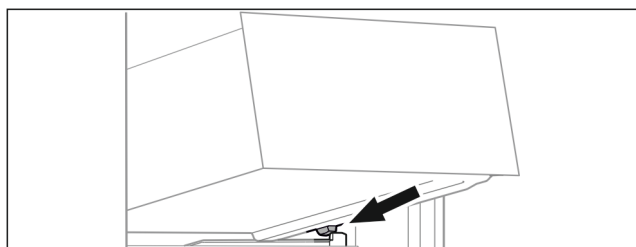

Fig. 97
- Поставете чекмеджето под ъгъл зад ограничителите върху реброто на съда. (виж Fig. 97)